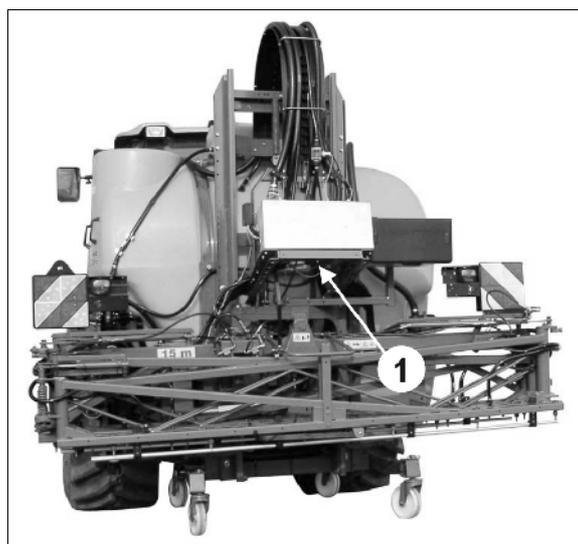

Fig. 133
1. Separar todas las mangueras de presión de las válvulas de anchos parciales de la válvula de mando, en la conexión enchufable (Fig. 133/1).
2. Conectar la conexión del caudalímetro (Fig. 133/4) con una válvula de ancho parcial y conectar al aparato de comprobación.
3. Cerrar las conexiones de las restantes válvulas de anchos parciales con caperuzas ciegas (Fig. 133/3).
1. Desconectar una tubería de rociado de una válvula de ancho parcial (Fig. 133/1).